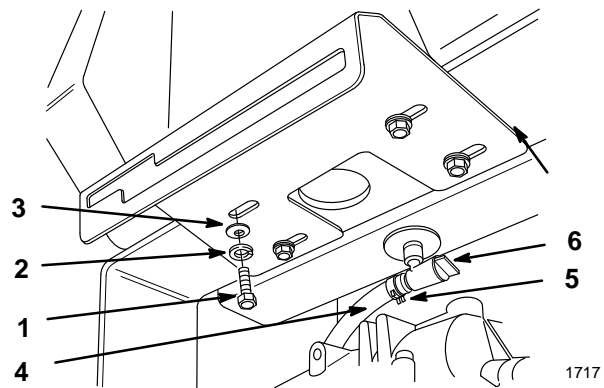

Figure 2
2. Fixer le panneau de commande et le réservoir d'essence à la traverse arrière au moyen des 4 boulons de 22,5 mm (7/8") avec leurs rondelles et rondelles de blocage (Fig. 2).
3. Glisser le collier de serrage sur le flexible d'alimentation (Fig. 2). Enfoncer le flexible d'alimentation sur le raccord du réservoir et l'attacher au moyen du collier de serrage (Fig. 2).